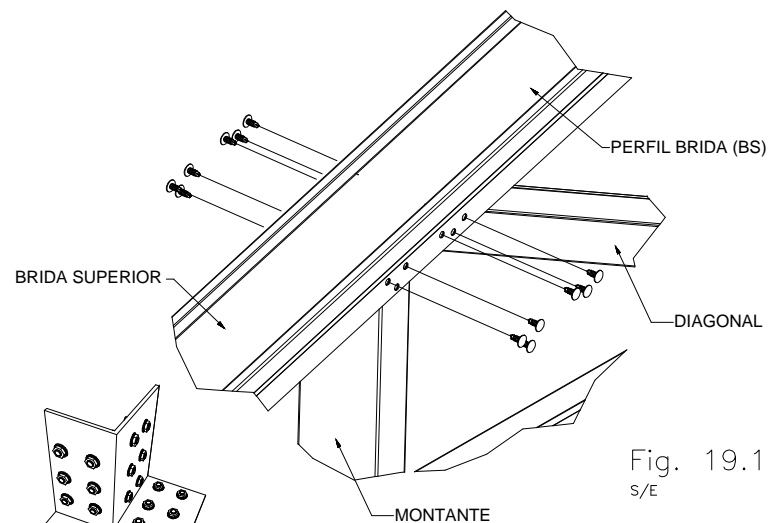

Fig. 19.1
- 4.- SE FIJAN LAS MONTANTES Y DIAGONALES A LAS BRIDAS (BS, BI) CON TORNILLOS #10 x 3/4" (THX-1034) POR CADA LADO Y POR CADA ENCUENTRO ENRE LOS MISMOS (FIG. 19.1).
- 2.- LAS MONTANTES (M) Y DIAGONALES (D) SE FIJARÁN A LA BRIDA SUPERIOR (BS) MEDIANTE TORNILLOS #10 x 3/4" (THX-1034) COMO MUESTRA LA FIG. 19.1